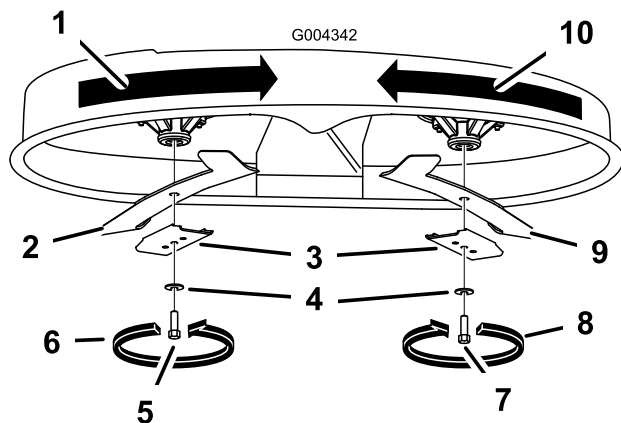

Bild 49
Halten Sie das Ende des Messers mit einem stark wattierten Handschuh oder wickeln Sie einen Lappen um es herum. Entfernen Sie die Messerschraube, Wellenscheibe, Messerverstärkung und das Messer von der Spindelwelle (Bild 49).
1. Setzen Sie das Messer auf die Spindelwelle (Bild 49).
2. Montieren Sie die Messerverstärkung, die Wellenscheibe (Schalenseite zum Messer) und die Messerschraube (Bild 49).